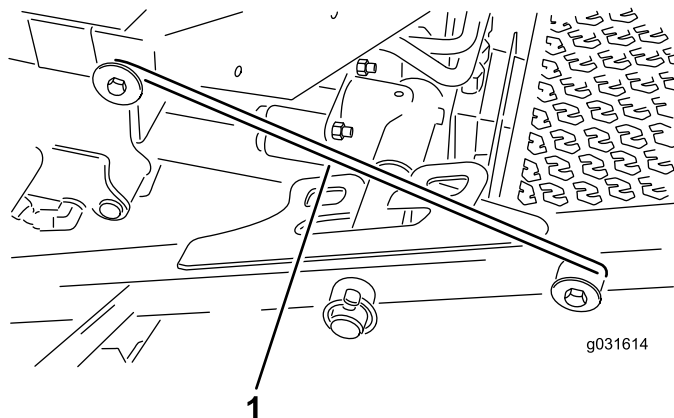

Figure 27
4. Dégagez la barre de verrouillage de son point d'accrochage sur le bâti porteur avant (Figure 27).
5. Soulevez l'extérieur des tabliers de coupe avant et placez le verrou sur la goupille du bâti à l'avant de la plate-forme de l'utilisateur (Figure 27).